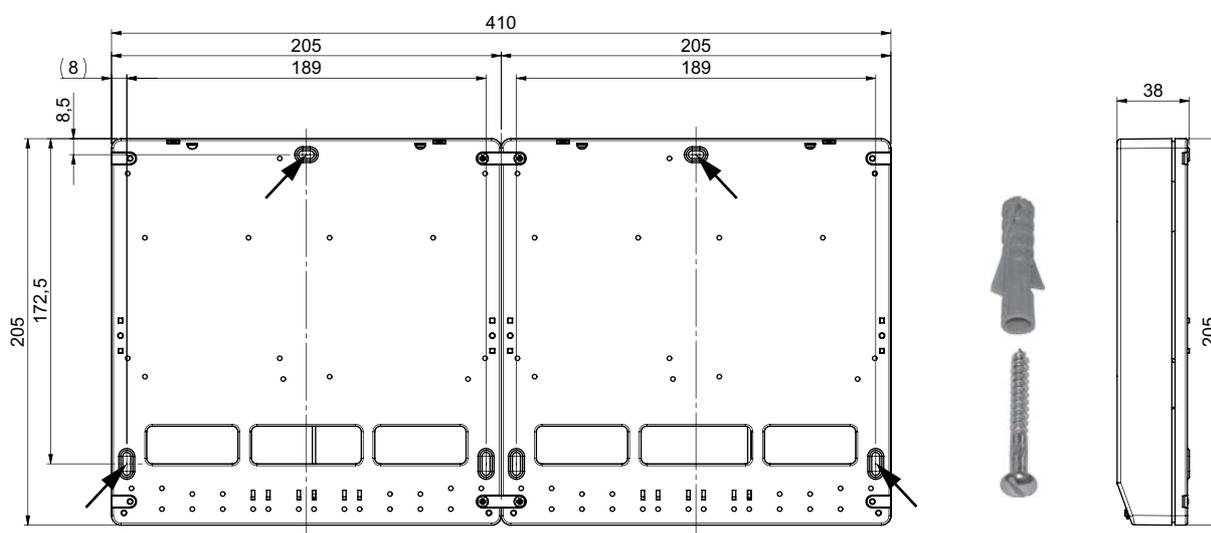

Fig. 96 Schizzo quotato - vista da dietro
- Praticare i fori di montaggio (\varnothing 6 mm) nel muro come nello schizzo (Fig. 96).